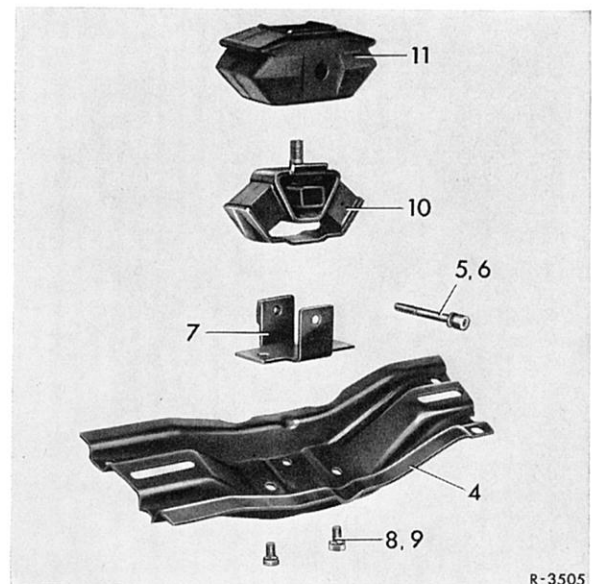

Bild 24-1/6
- 2 Sechskantmutter (1) zur Befestigung des Gummilagers am hinteren Getriebedeckel lösen.
- 3 Hinteren Motorträger (4) am Rahmenboden lösen und zusammen mit dem kompletten Gummilager abnehmen.
- 4 Beide Sechskantschrauben (8) zur Befestigung des Gummilagers am Motorträger und Innensechskantschraube (5) am Halter heraus-schrauben. Gummimanschette mit dem ein-vulkanisierten Halteblech (10) vom Gummi-lager abziehen (Bild 24-1/6).